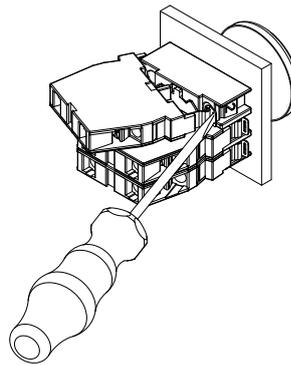
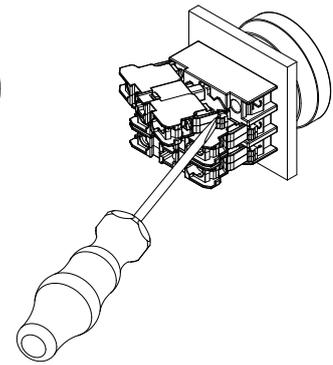

Fig. 8
Fig. 9
1. A desmontagem dos elementos de contacto EF é realizada com a ajuda de uma chave de fendas do tamanho 2 (ver a fig. 8). A desmontagem dos elementos de contacto RF é realizada com a ajuda de uma chave de fendas com a largura recomendada de 5.5 mm (ver a fig. 9).